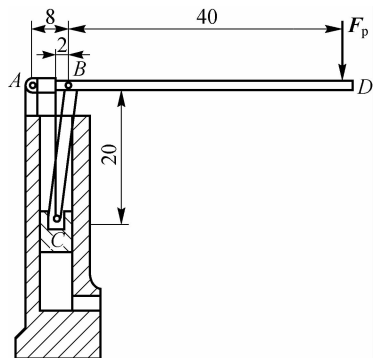

图 1-17
16. 如图 1-17 所示手动泵, 尺寸单位为 cm, 已知 $F_p = 200$ N, 不计各构件的自重, 试求图示位置时连杆 BC、支座 A 所受的力。